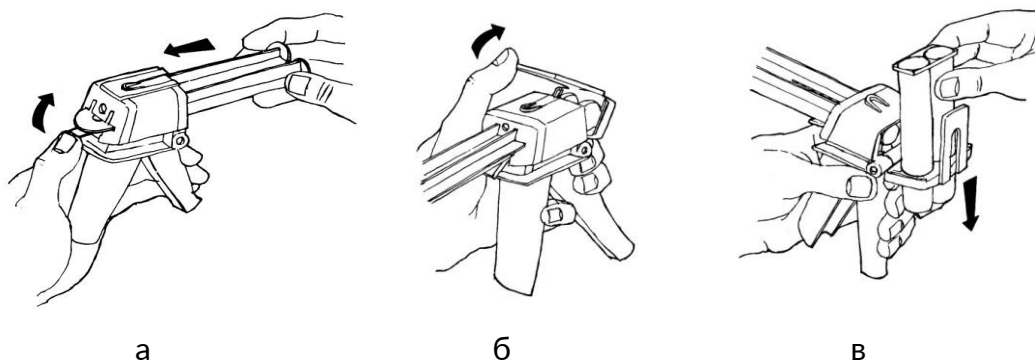

Рисунок 2.1. Сборка и подготовка к работе ручного дозатора.
1. Вставить сменный плунжер в ручной дозатор (на примере TEROMIX PISTOL 6700), для чего нажать на металлический фиксатор и продвинуть плунжер до упора (рис. 2.1а).
2. Поднять пластиковый зажим (рис. 2.1б) и установить картридж с эпоксидным клеем в ручной дозатор (рис. 2.1в).